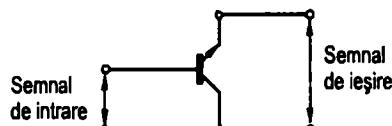

Figura 21.6 Configurația colector comun (CC). Se observă că ieșirea este luată de la emitor.
3. Configurația **colector comun** (CC), în care colectorul este comun. Aceasta este cunoscută și sub numele de repetor pe emitor (figura 21.6).